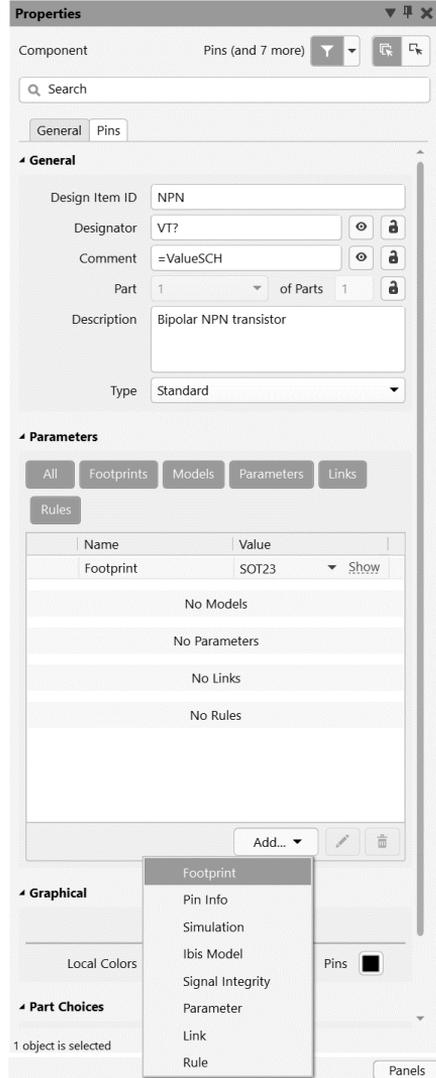

Рис. 3.22. Панель настройки компонента с вызовом окна PCBModel
1. В меню настроек компонентов, в разделе параметров (Parameters) нажать клавишу «Add...» с выпадающим списком и выбрать в нём тип модели «Footprint» (посадочное место) (см. рис. 3.22);